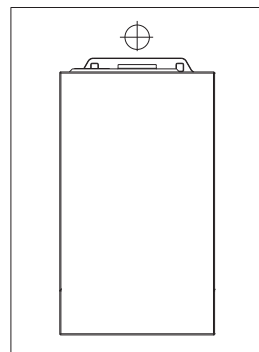

Рис. 2
- е) далее котел навесьте на подвесную панель (рис. 2)